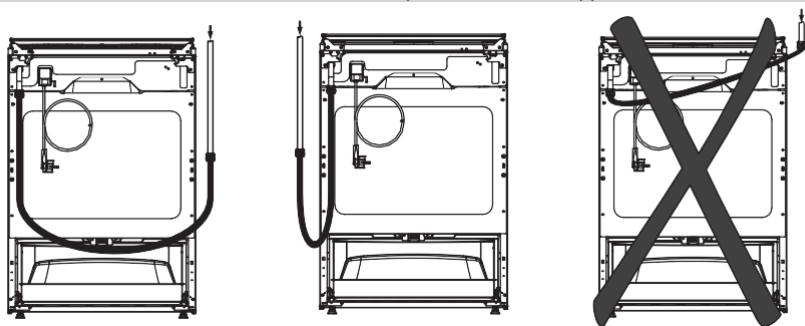

рис. 4
- гибкий присоединительный рукав не должен проходить в зоне горячего воздуха дымохода и касаться задней стенки плиты (рис. 4);
! ПОМНИТЕ! После установки плиты на место обязательно проверьте положение гибкого шланга подвода газа и шнура питания (рис. 4). Они не должны проходить над дымоходом и касаться задней стенки плиты. Во время работы духовки там возникает высокая температура, которая может их повредить.